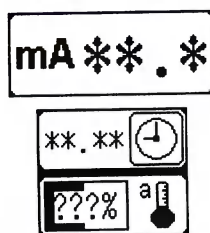

Рисунок 87
9.5.2.2.7 Во время выпуска рентгеновского излучения на панели управления штатива отображаются (см. рисунок 87):